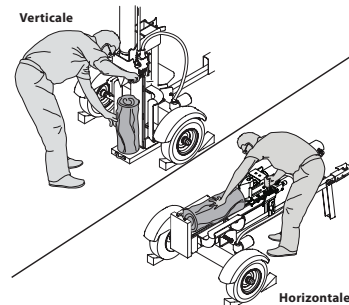

Figure 1
6. Lorsque vous utilisez l'appareil, placez-vous dans la zone de travail comme indiqué dans le manuel de l'utilisateur. Voir Figure 1.
- a. Utilisation en position horizontale : Placez-vous du côté de la poignée de commande de la fendeuse à bûches et, si nécessaire, stabilisez bien la bûche comme indiqué. Voir Figure 1.
- b. Utilisation en position verticale : Placez-vous devant la fendeuse à bûches et, si nécessaire, stabilisez la bûche comme indiqué. Voir Figure 1.